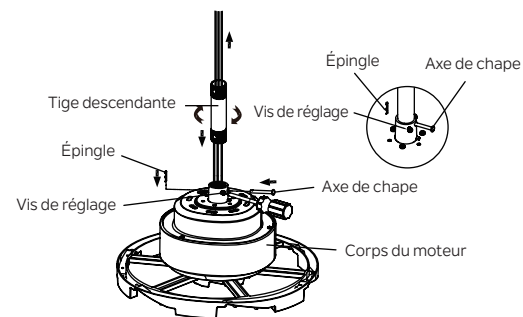

Fig. 8
**Étape 4.** Faites passer avec précaution les fils du ventilateur et le câble de sécurité à travers la tige descendante. Vissez la tige descendante sur l'accouplement du moteur jusqu'à ce que les trous des broches de la chappe soient alignés. Ensuite, replacez l'axe de chappe et l'épingle, puis serrez les deux vis de réglage. (Fig. 8)